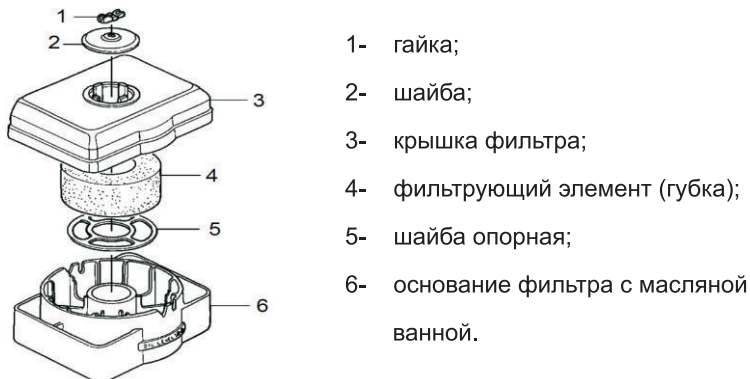

Рис. 24
1. Открутите гайку крышки воздушного фильтра (рис. 24).